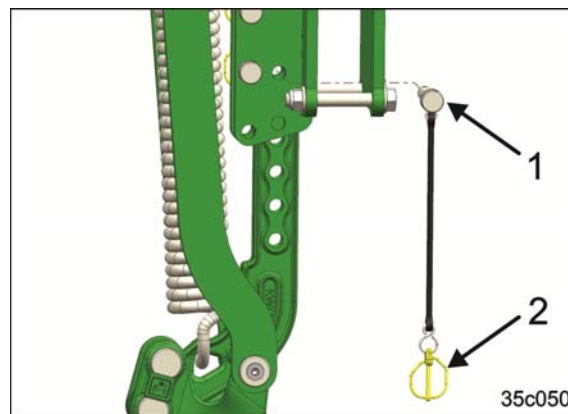

Fig. 123
1. Îndepărtați șplintul (Fig. 123/2).
3. Îndepărtați bolțul de siguranță (Fig. 123/1).
4. Aduceți afănătorul urmelor roților tractorului de urechea de prindere în poziția dorită și jalonați prin introducerea cu bolțul de siguranță (Fig. 123/1).
5. Asigurați bolțul de siguranță cu un șplint (Fig. 123/2).
4. Îndepărtați afănătorul de urmă roată tractor de la urechea de prindere din dispozitivul de prindere (Fig. 123/3).
- Aduceți afănătorul urmelor roților tractorului de urechea de prindere în poziția dorită (Fig. 123/3).